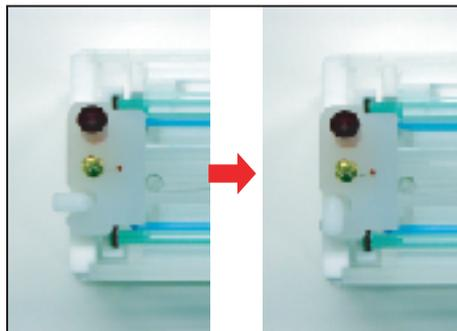

図6
7. ストッパーをひねり、セルカバーを被せた時邪魔にならない位置まで回して下さい。(図6)